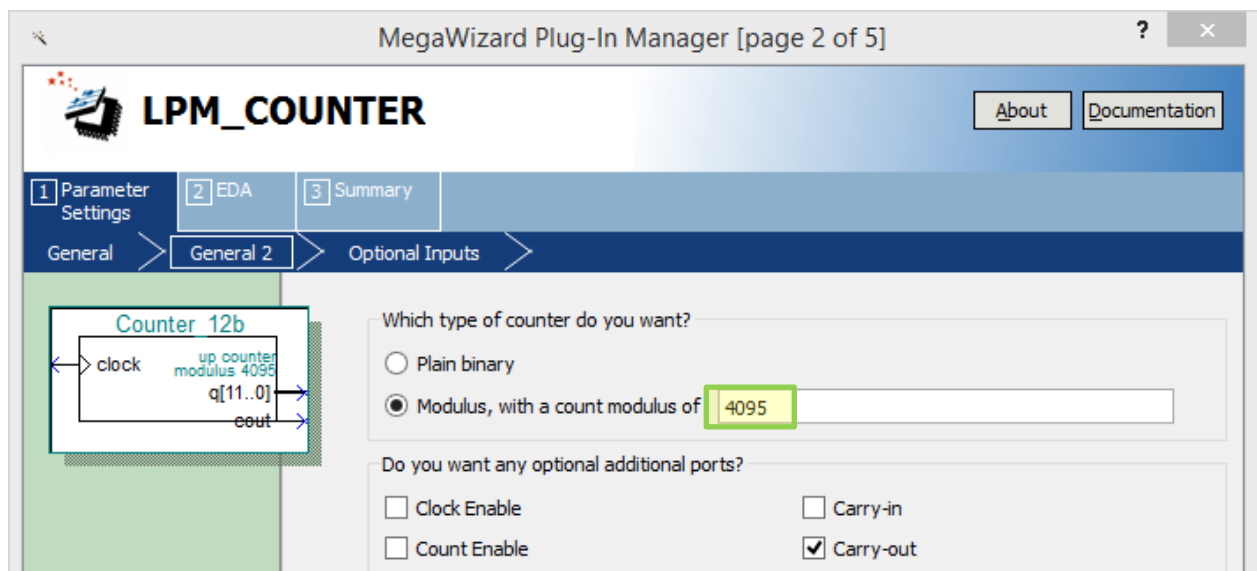

Рис. 60 Изменение модуля счетчика
13.3. Дважды кликните на компонент **Counter\_12b**, откроется **MegaWizard Plug-In Manager**. На странице 2 измените значение **modulus** с **4** на 4095 (рис. 60), далее на странице 5 выполните **Finish**. Далее в окне **MegaWizard Plug-In Manager** (рис. 61) выполните «**Ok**», подтвердите **Update** символа **Counter\_12b** (рис. 62а) и в следующем окне Update Symbol or Block выполните «**Ok**» (рис. 62b). На символе компонента появится новое значение модуля: 4095 (рис. 63).